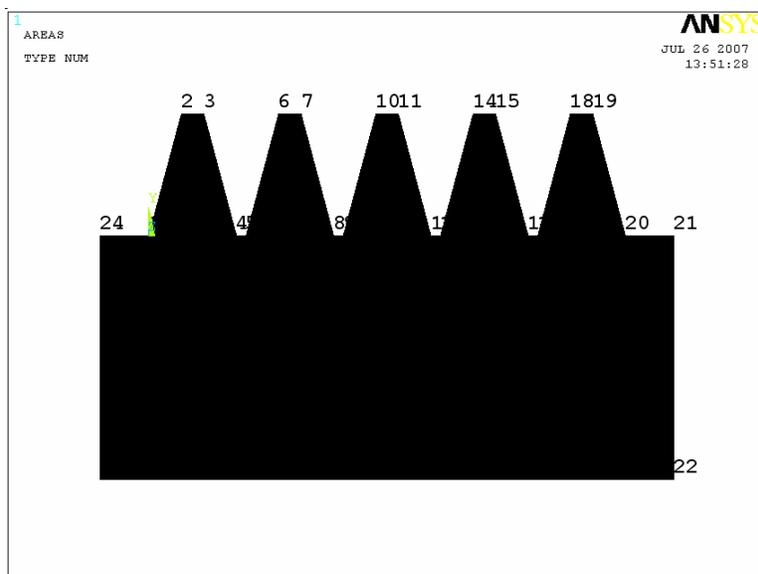

Рисунок 80. Результат построения гребенки
- Нажимаем кнопку **OK** или *Apply* для подтверждения окончания выбора (Рисунок 80).